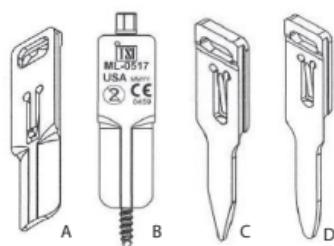

Abbildung 15
- Klemmstücke können verwendet werden, um eine Verlagerung des Muskels zu minimieren oder den Retraktor zu verankern (Abbildung 15):
- Verankerung: Klemmstück B, C oder D aus Abbildung 15
- Klingenvorlängerung: Klemmstück A aus Abbildung 15 (mit oder ohne K-Draht verwenden)